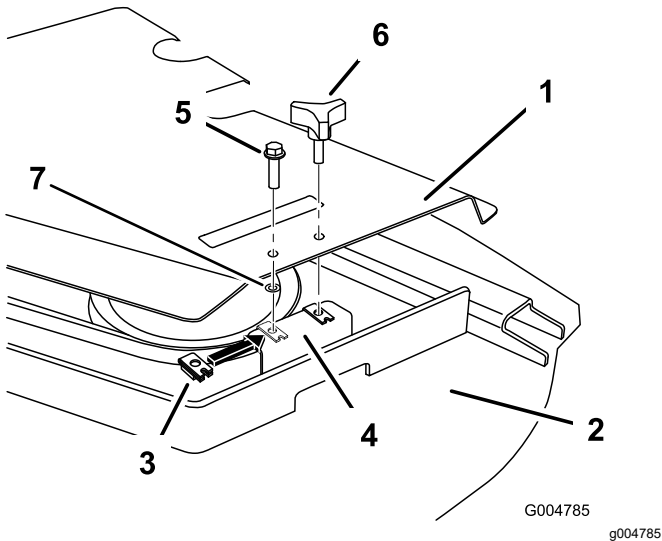

Figura 8
3. Instale uma porca de retenção no furo da frente no suporte da plataforma (Figura 8).
4. Instale a cobertura de correia com o parafuso (5/16 x 1¼ pol.) e porca de pressão (5/16 pol.) como se mostra na Figura 8.